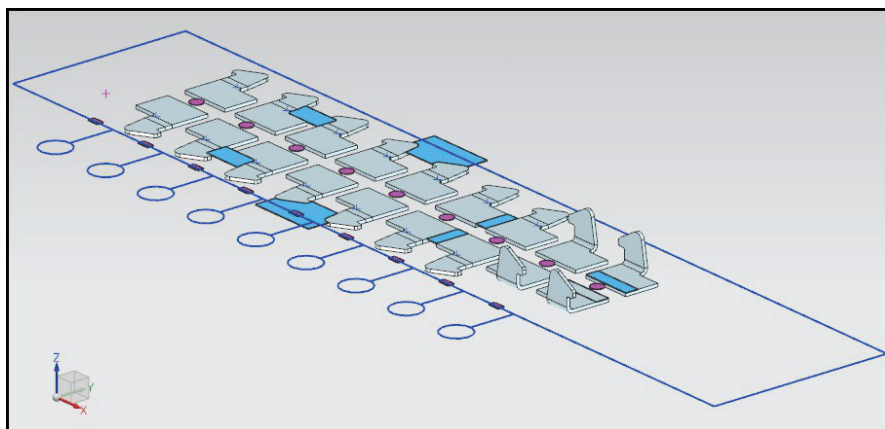

Рис. 9.3. Вид проекта
2. В **Навигаторе сборки** скройте пакет штампа, сняв галочку напротив подсборки *prj\_db\_000*. Данный проект представлен технологическим процессом (рис. 9.3).